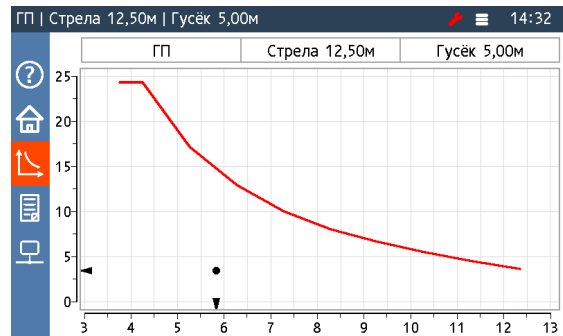

Рисунок 6 — Экран грузовой характеристики
- 4 При обнаружении неисправности, в статусной строке в верхней части ЖК-дисплея появляется её описание. В случае наличия нескольких неисправностей их полный перечень приведен на экране информационных сообщений (см. рисунок 6).
Экран информационных сообщений (см. рисунок 6) в табличной форме отображает все информационные сообщения, выводимые блоком индикации в текущий момент.